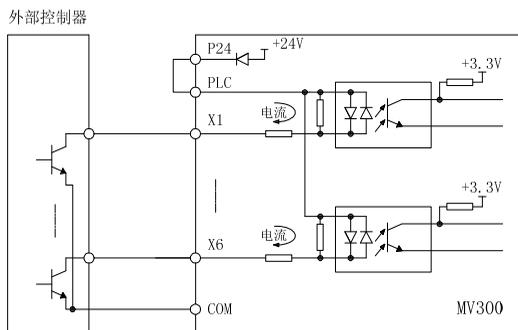

图3-13 使用变频器内部+24V 电源的源极连接方式
- 1) 使用变频器内部+24V 电源，外部控制器为 NPN 型的共发射极输出，连接方式如图 3-13 所示。